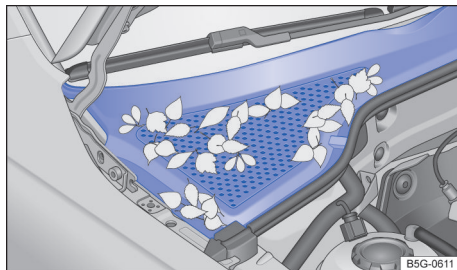

Fig. 248 Entre o compartimento do motor e o para-brisa: caixa de água (representação esquemática).
Caixa d'água, compartimento do motor: remover folhagens e outros objetos soltos com um aspirador ou com a mão → Fig. 248 → ①. A limpeza do compartimento do motor deve ser sempre realizada por uma Concessionária Volkswagen ou por uma empresa especializada → ②.